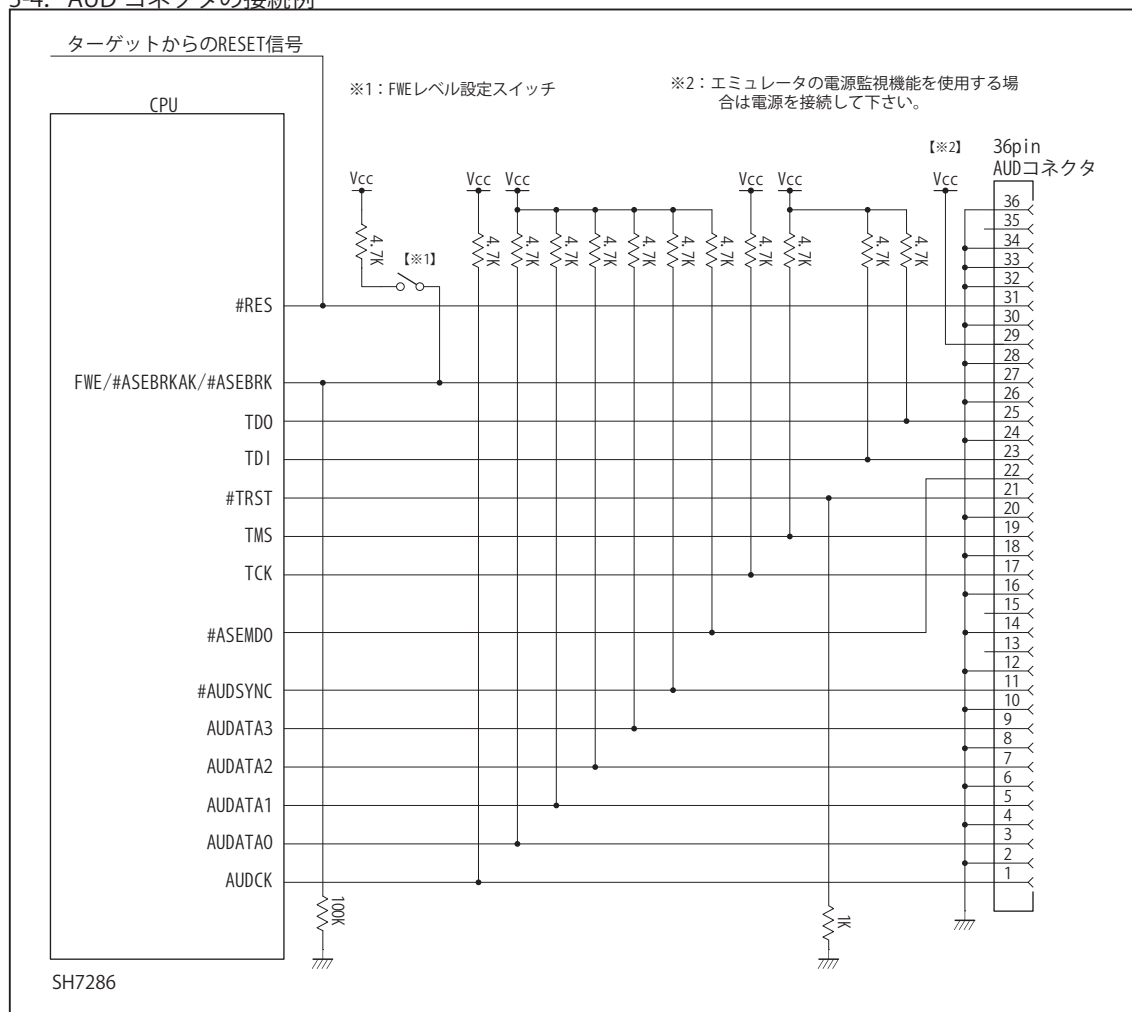

図7. AUD コネクタ接続図 (SH7286)
- ・ 図7に記載されている抵抗値は参考値です。
- ・ FWE 端子 (入力端子) は #ASEBRKAK/#ASEBRK 端子 (入出力端子) とマルチプレクサされています。そのため FWE 端子のレベル設定は Vcc や GND に直結せず、図7のようにプルアップ/プルダウン抵抗で行って下さい。